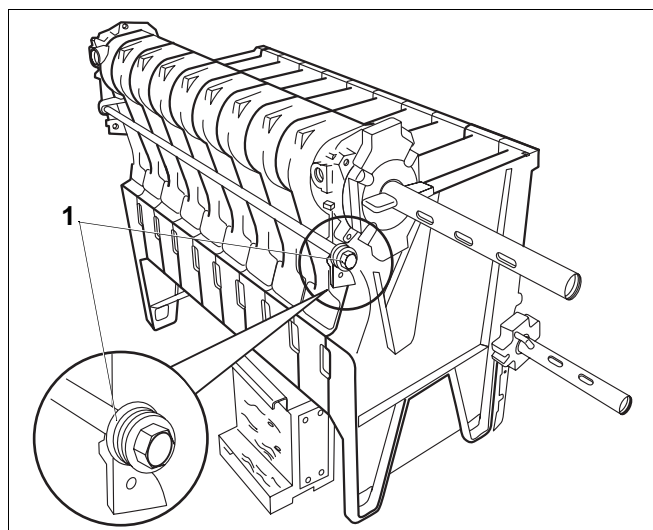

Fig. 18 Poser les tiges d'ancrage
- Placer les tiges d'ancrage à gauche et à droite, à côté des moyeux des deux blocs chaudière dans les ergots en fonte (fig. 18, **pos. 1**).